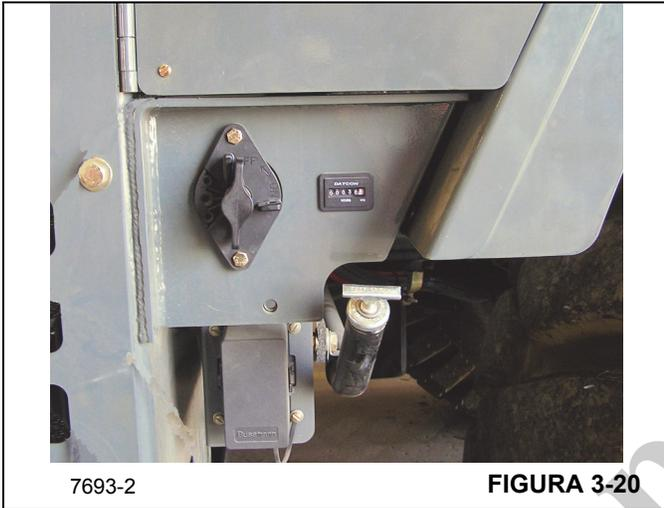

FIGURA 3-20
13. Use el interruptor para desconectar las baterías (posición ilustrada) si la máquina estará inactiva por más de 24 horas (Figura 3-20).